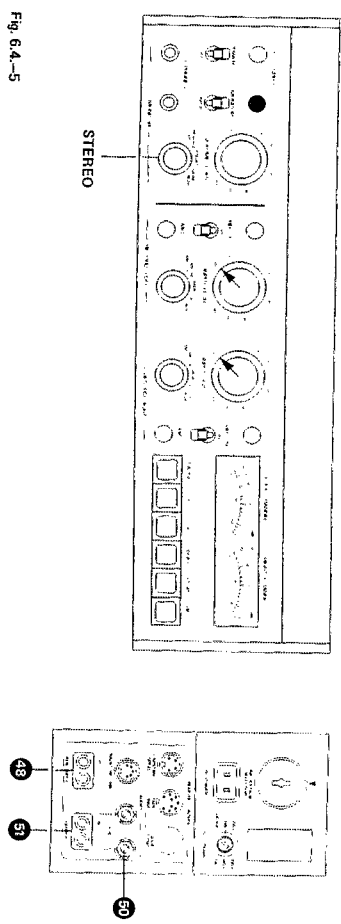

Fig. 6.4-5
- Bedienungselemente nach Fig. 6.4-5 einstellen.
- Wiedergabe PLAY drücken und an Justierschraube (P) auf Ausgangsspannung Maximum einstellen.
- Set operating controls as per fig. 6.4-5.
- Connect audio millivoltmeter to OUTPUT L (51).
- Rotate screw (P) to obtain maximum output voltage.
- Raccordez un voltmètre BF à la sortie OUTPUT L (51).
- Appuyez sur la touche PLAY et ajustez le niveau de sortie maximum à l'aide de la vis réglage (P).